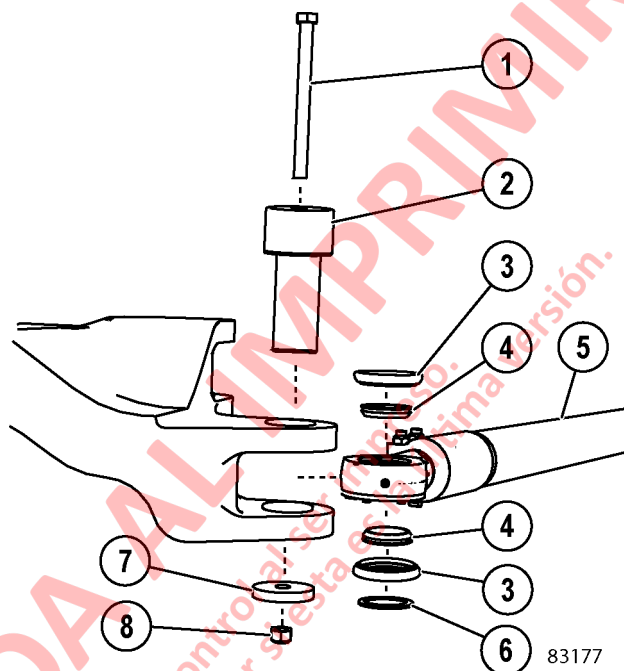

FIGURA 3-12. INSTALACIÓN DE LA BARRA DE DIRECCIÓN (TÍPICA)
4. Retire las tuercas de seguridad (8, Figura 3-12), los retenedores (7) y los tornillos (1) de ambos extremos de la barra de dirección.
5. Retire los pasadores (2) de cada extremo de la barra y muévalos a un área de trabajo limpia. Los espaciadores de rodamiento (4) se liberarán cuando se retire el pasador. **Asegúrese de que los espaciadores de rodamiento no se caigan y se dañen cuando retire el pasador.**
7. Saque los sellos (3), los espaciadores (4) y la arandela (6).
1. La barra de dirección (5, Figura 3-12) pesa aproximadamente 165 kg (364 lb). Use un dispositivo de elevación adecuado para levantar la barra y colocarla en el camión.